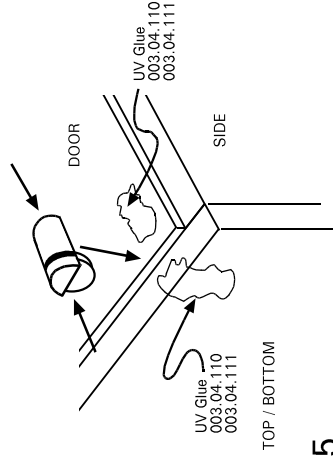

FIG 5
- Disassemble the hinge and become familiar with its operation. Reassemble and apply **Häfele UV Glue** (Cat.No.003.04.110) or (Cat.No.003.04.111) to the area on the door and the carcass where the hinge is to be bonded (see Fig. 5). For additional strength it is also advisable to coat the carcass edge of the bonding area.
- Nehmen Sie das Scharnier auseinander und machen Sie sich mit der Funktion vertraut. Bauen Sie das Scharnier anschließend wieder zusammen und bringen Sie (Art.Nr. 003.04.110) oder (Art.Nr.003.04.111) UV Klebstoff an der Tür und dem Korpus an, wo das Scharnier verklebt werden soll (s.Abb.5).